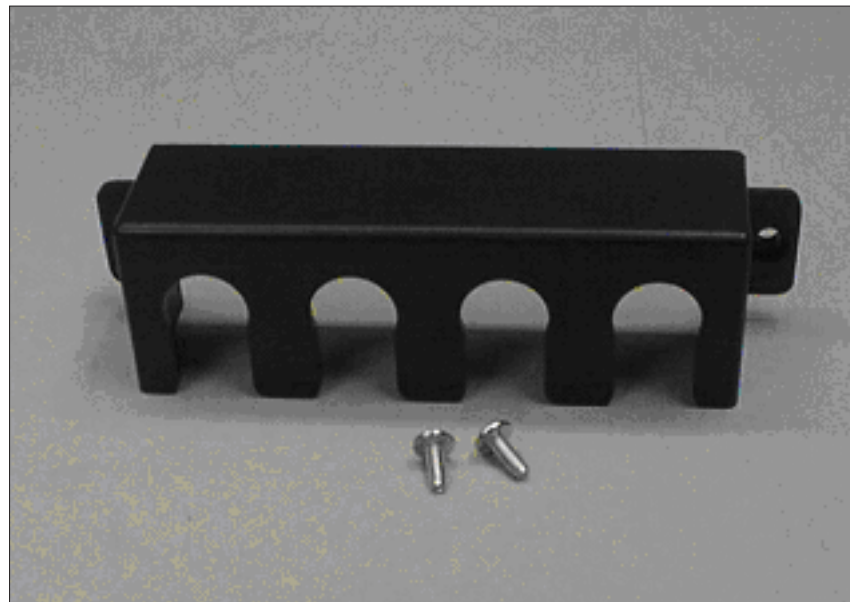

図 48. 2145 UPS-1U のケーブル保持ブラケット・ハードウェア
2. パッケージからブラケットと 2 個のねじを取り出します。図 48 を参照してください。